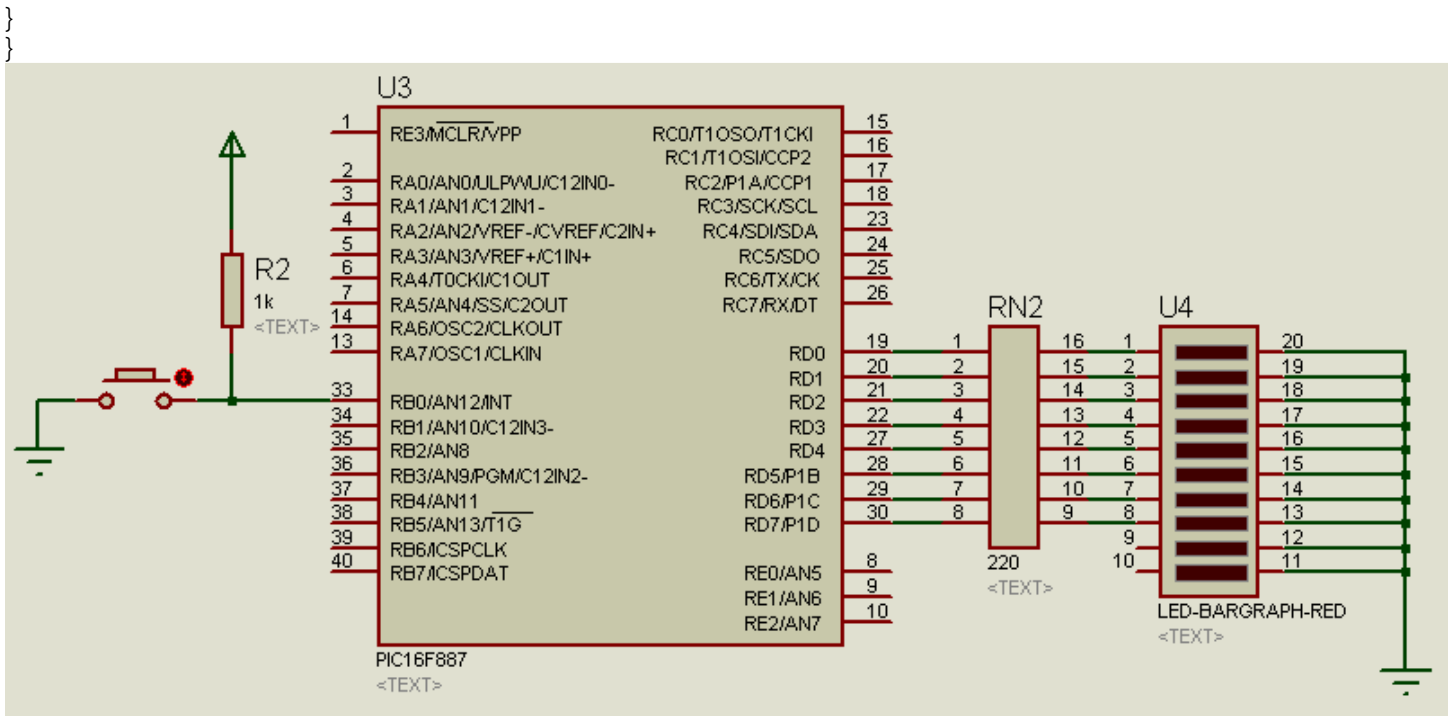

Figura 7.1
**El siguiente programa ejemplifica el funcionamiento de la interrupción externa por la terminal RB0/INT. Simularlo en el circuito de la figura 7.1**